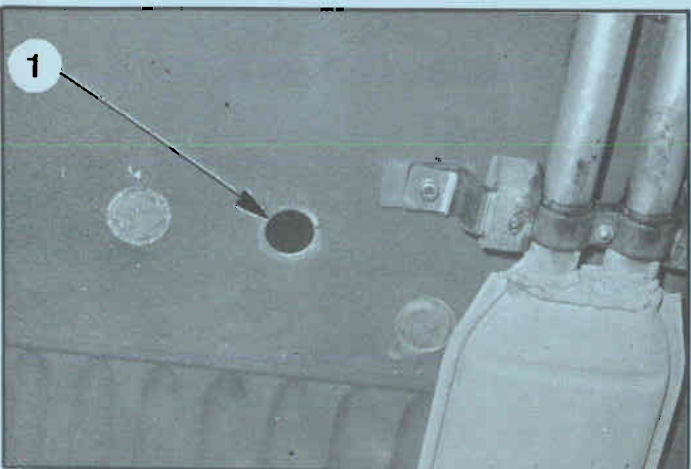

Fig. 16
9. Ruimte waarin zich de achterste stabilisator bevindt (afb. 16)
- Verwijder één der twee stoppen (1) uit de bodemplaat ter hoogte van de uitlaat-bevestigingsbeugel.